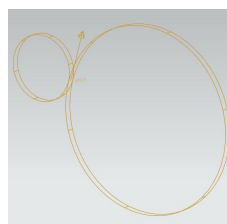

рис.94
- Условное изображение зубчатой передачи показано на рис.94.